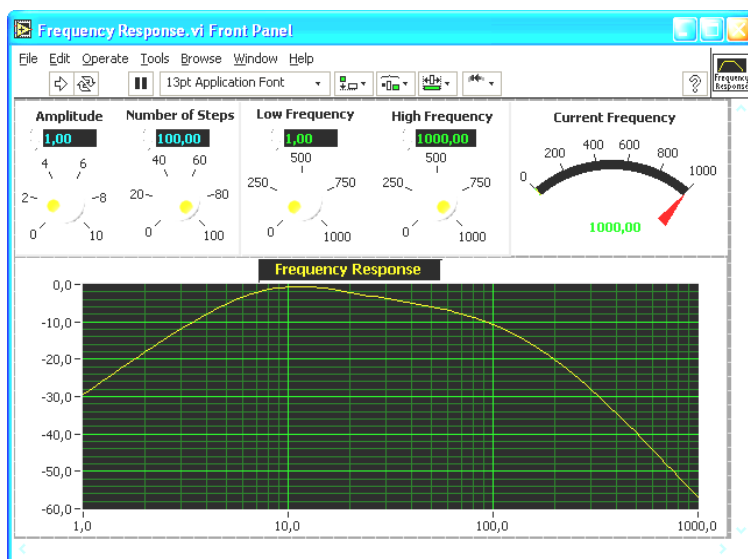

Рис. 1.5. ВП «Частотный анализ»
3. Перейдите на закладку Browse (Обзор). Отметьте пункт Directory Structure. Выберите Apps, Freqresp.Ilb и дважды щелкните на Frequency Response.VI (Частотная характеристика). Появится лицевая панель ВП «Частотный анализ» (рис. 1.5).